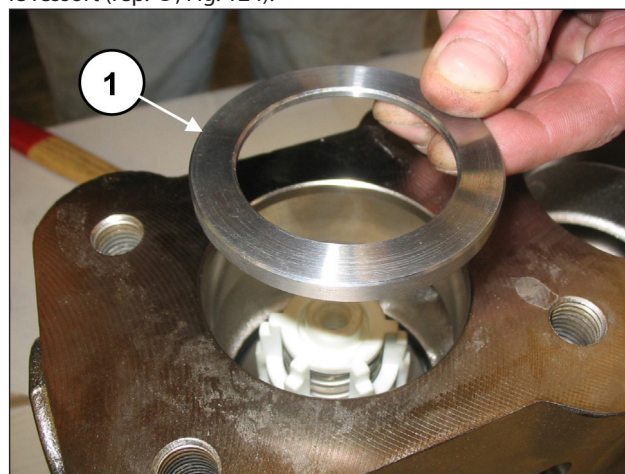
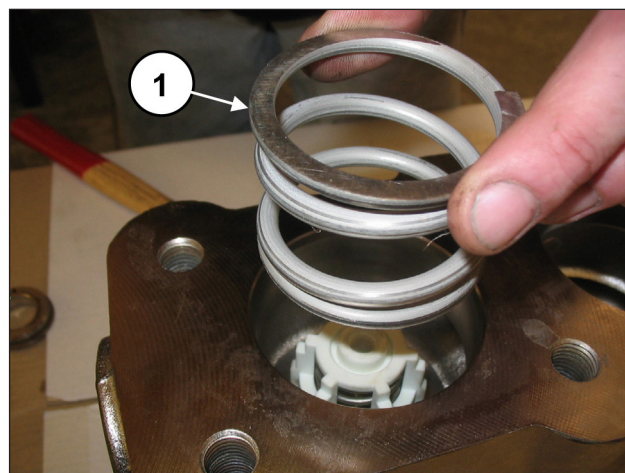

Fig. 123
Fig. 124
Placer la bague dans le siège de soupape (rep. ①, Fig. 123) et le ressort (rep. ①, Fig. 124).